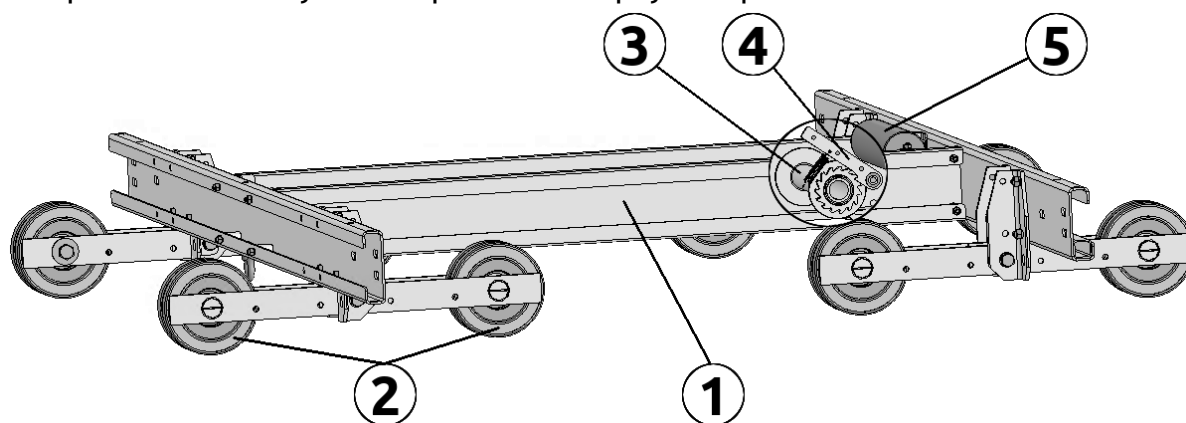

Рисунок 3.12
Составные бункеры (два для каждой батареи) крепятся к мобильной тележке (рис. 3.12). Тележка представляет собой стальную раму (1), установленную на пластиковые колеса (2), которые катятся по уголкам-рельсам вверху батареи.